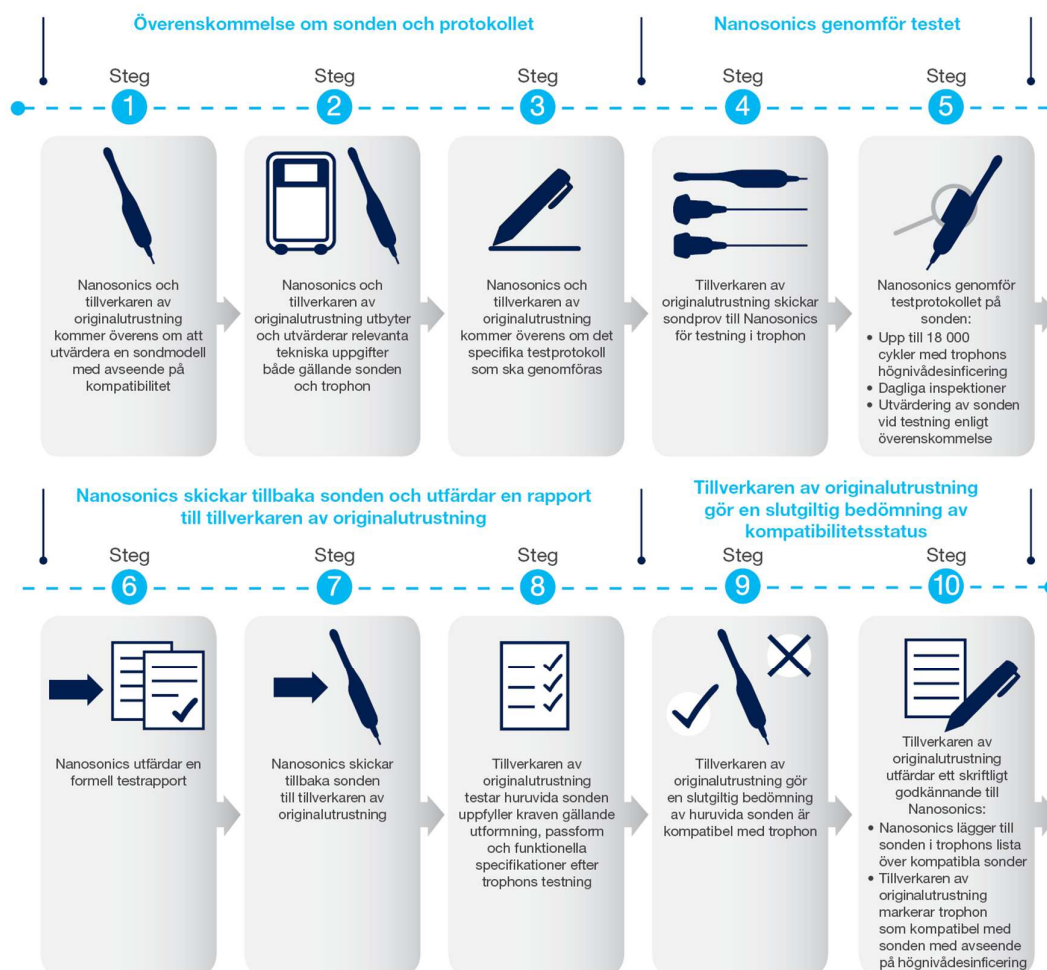

Figur 5
- **WUPH-A** Den trådløse trophon ultralydssondeholder-A (WUPH-A) har en kompatibel, trådløs ultralydssonde i kammeret på trophon. Den er egnet til brug med både trophon EPR-, trophon2- og trophon3-enheder (se henholdsvis figur 4 og figur 5).